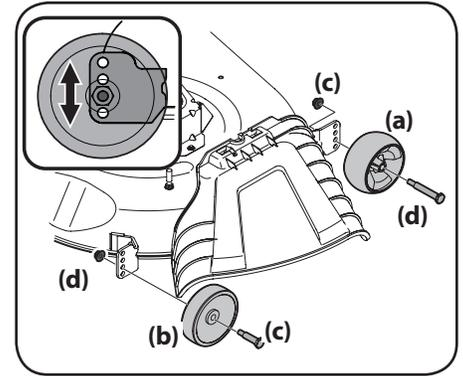

Figure 2-13
- b. Démontez les roues de guidage avant (a) et arrière (b) en enlevant les écrous de blocage (c) et les vis à épaulement (d) qui les retiennent sur le plateau de coupe. Voir la Figure 2-13.